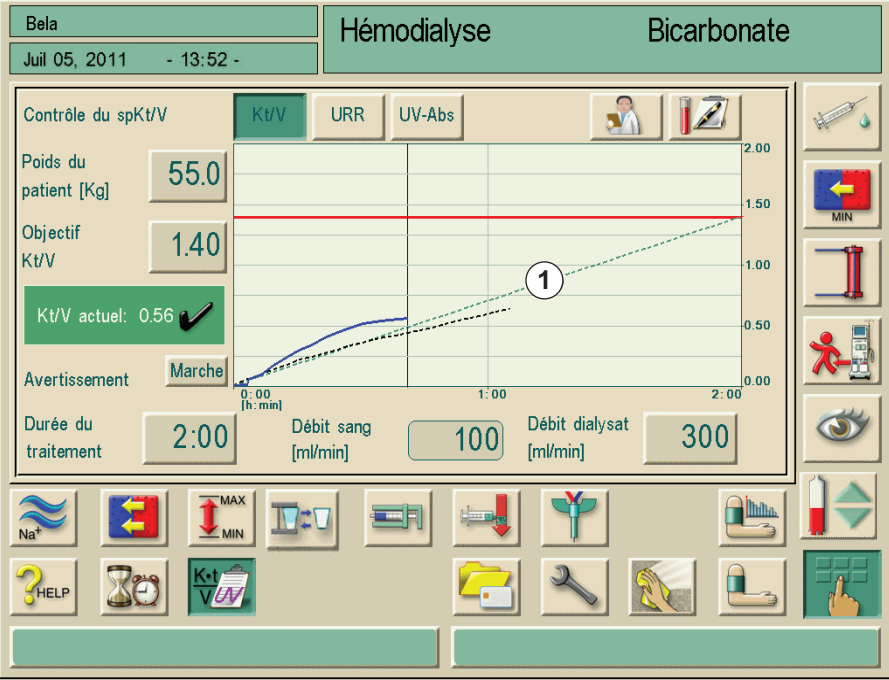

Fig. 11-20 Affichage de la ligne de progression noire hachurée
1. En appuyant sur une des thérapies affichées l'écran montrant la ligne de progression noire hachurée (Fig. 11-20, 1) s'ouvre: